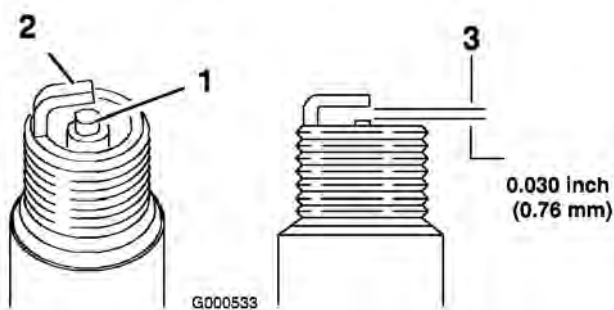

Figura 50
1. Veja a parte central das velas de ignição (Figura 50).
2. Verifique a folga entre os eléctrodos central e lateral (Figura 50) e dobre o eléctrodo lateral, se verificar uma folga incorrecta.